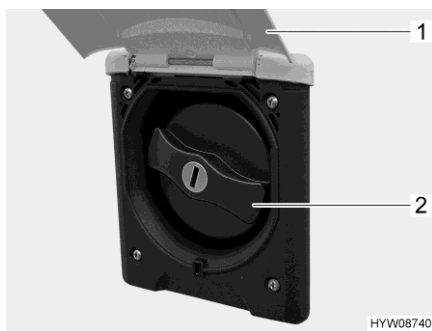

Fig. 193 Couvercle de fermeture
- Basculer le portillon extérieur (Fig. 193,1) vers le haut.
- Tourner le couvercle de fermeture de couleur bleue (Fig. 193,2) d'un quart de tour.